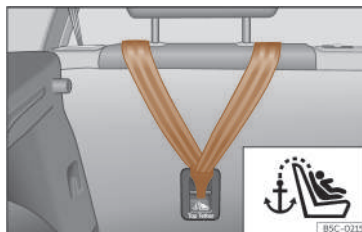
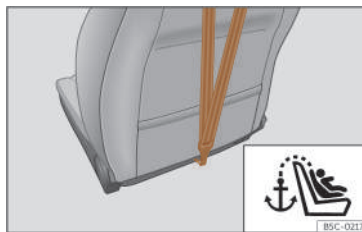

Fig. 41 Parte posteriore dei sedili posteriori: aggancio per cintura Top Tether.
Fig. 42 Parte posteriore dello schienale del sedile passeggero: aggancio per cintura Top Tether (non disponibile per tutti i mercati).
- Far scorrere la cinghia e fissarla correttamente al punto di aggancio della parte posteriore dello schienale >>> **fig. 41**, >>> **fig. 42**.